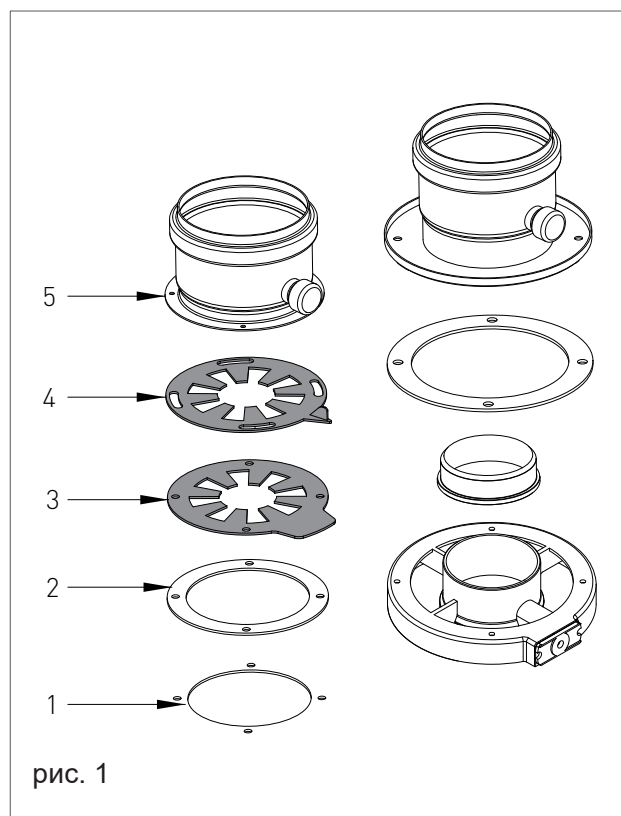

рис. 1
Для монтажа регулируемых диафрагм на коаксиальной системе необходимо выполнить следующие действия (см. рис. 1):
- › очистите поверхность фланца для контроля дымовых газов (1-рис. 1);
- › прикрепите плотно прилегающую прокладку из неопрена (2-рис. 1) к фланцу дымовых газов, выравнивая положение надрезанных отверстий в прокладке соответственно отверстиям во фланце;
- › сначала вставьте нижнюю диафрагму с измерительной шкалой (3-рис. 1), а затем верхнюю диафрагму с контрольным указателем (4-рис. 1);
- › установите фланцевое соединение (5-рис. 1) или другой предусмотренный компонент в зависимости от применяемой коаксиальной системы;
Для монтажа регулируемых диафрагм на раздвоенной системе необходимо выполнить следующие действия (см. рис. 1):
- › очистите верхнюю поверхность герметичной камеры около отверстия для забора воздуха (1-рис. 1);
- › прикрепите плотно прилегающую прокладку из неопрена (2-рис. 1) к отверстию для забора воздуха, выравнявая положение надрезанных отверстий в прокладке соответственно отверстиям в воздухозаборнике.
- › установите фланцевое соединение (5-рис. 1) или другой предусмотренный компонент в зависимости от используемой раздвоенной системы дымоудаления;